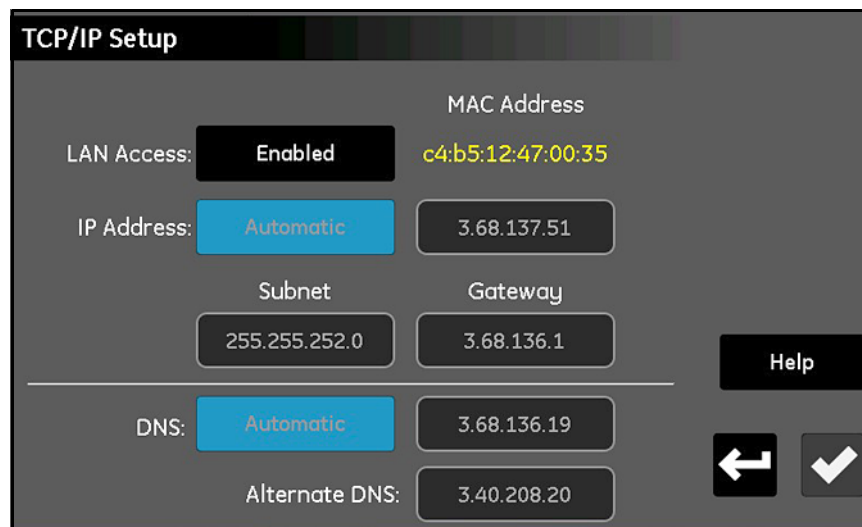

Figure 69: Écran Config TCP/IP
1. À l'écran *Menu Configuration* (voir *Figure 52 on page 57*), touchez **TCP/IP** pour ouvrir un écran *Config TCP/IP* semblable à celui illustré à la *Figure 69* ci-dessous.